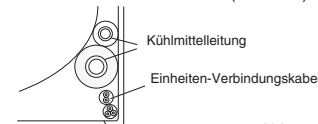

Abb. 3-67
- (3) Die Inneneinheit an der Rückwand installieren.
- (4) Die von außen in den Raum geführten Leitungen und Kabel anschließen.
- (5) Nach einer Undichtigkeitsprüfung die Leitungen gebündelt mit Bewehrungsband umwickeln und in die Leitungsaufnahme der der Rückseite der Inneneinheit legen, um sie dort mit Klammern zu sichern. (Abb. 3-67)